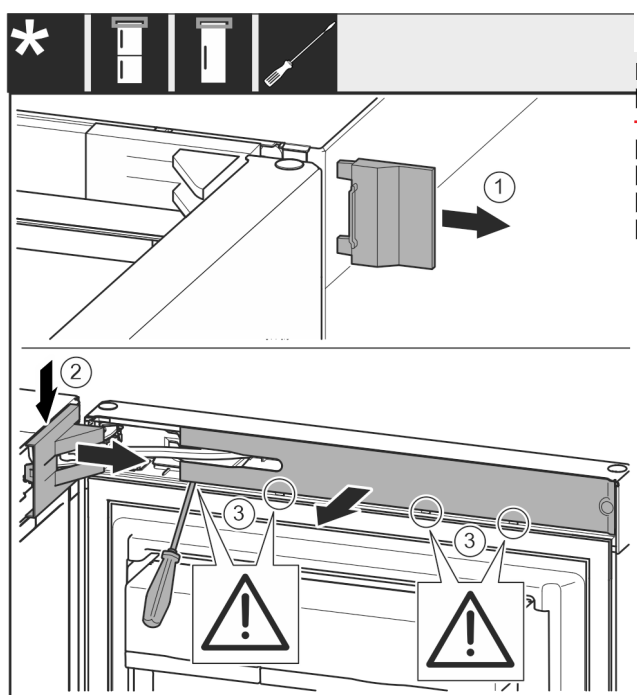

Fig. 12
- Sejměte kryt Fig. 12 (1).
- Odjistěte a uvolněte kryt stojanu ložiska Fig. 12 (2).
- Sejměte kryt stojanu ložiska Fig. 12 (2).
- Plochým šroubovákem vyjměte záslepku Fig. 12 (3) a otočte ji ke straně.